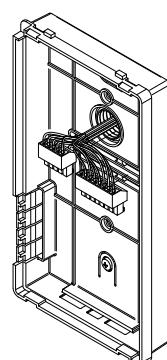
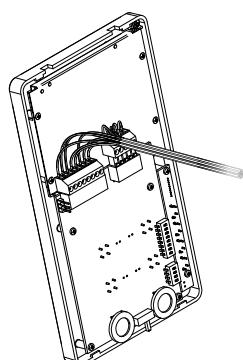

Fig. 5
Fig. 6
5. Come mostrato in **Fig. 5**, eseguire il collegamento dei conduttori alle morsettiera mobili secondo lo schema fornito a corredo. Collegare le morsettiera all'elettronica ancorata al coperchio del videocitofono come mostrato in **Fig. 6** e procedere al test dell'impianto prima di chiudere il videocitofono: i trimmer di regolazione del contrasto e saturazione immagine sono accessibili solo a videocitofono aperto. Per attivare il display e vedere i cambiamenti usare la funzione "Auto-accensione" premendo il pulsante **3**. **N.B. durante il collaudo è necessario sostenere manualmente il peso del coperchio.**